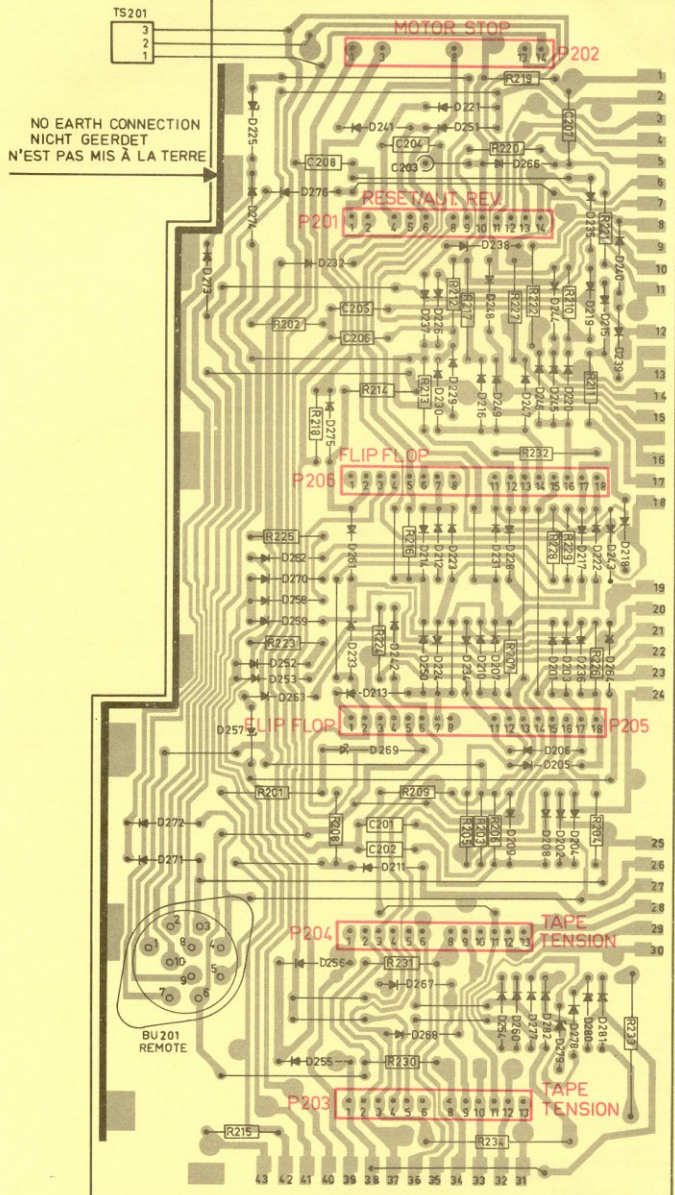

Fig. 2
- En aparatos a partir del estampillado WR09/304 es añadido la resistencia R202 (2,2 k $\Omega$  - 1/8 W  $\pm$  5%) sobre la placa impresa 2 (véase la fig. 2). Al mismo tiempo son modificados los diodos D10 y D11 sobre la unidad RESET/AUTOMATIC REVERSE P201 de BZX88/C3V3 en BZX79/C4V7. Esta modificación es introducida debido a que el aparato se paraba a veces sin razón alguna al ser usado la unidad de mando a distancia N6719.
- En aparatos a partir del estampillado WR09/323 son introducidos las siguientes modificaciones sobre la placa impresa 2 (véase la fig. 2):